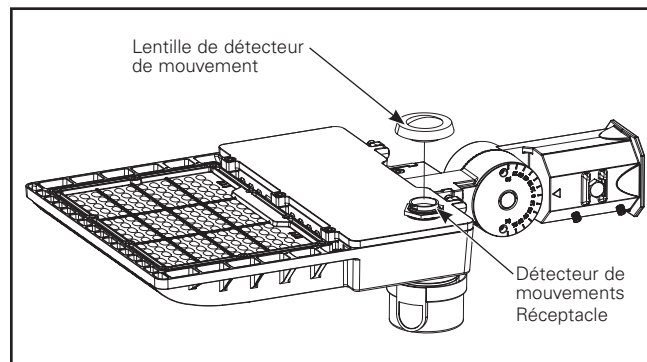

Figure 12.
- Tournez pour installer fermement la lentille du détecteur de mouvement fournie sur le réceptacle. (figure 12).